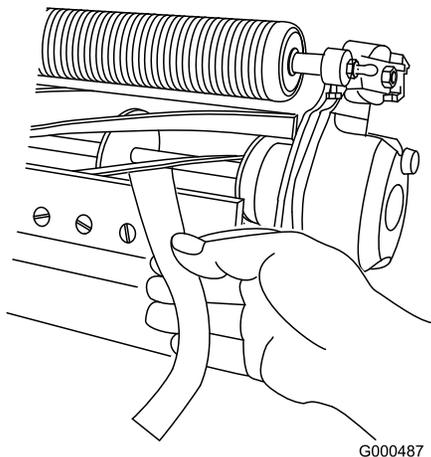

Figura 7
B. Inserite una lunga striscia di carta per la verifica delle prestazioni di taglio tra il cilindro e la controlama, perpendicolarmente alla controlama (Figura 7), quindi **lentamente** ruotate il cilindro in avanti: dovrebbe tagliare la carta; se ciò non avviene, ripetete i passaggi A e B fino a quando non succede.
11. Inserite una lunga striscia di carta di verifica del taglio (n. cat. Toro 125-5610) tra il cilindro e la controlama, perpendicolarmente alla controlama (Figura 7), poi ruotate **lentamente** il cilindro in avanti: dovrebbe tagliare la carta; in caso contrario, ruotate ciascun bullone di regolazione della barra di appoggio in senso orario di uno scatto e ripetete questo passaggio finché la carta non viene tagliata.